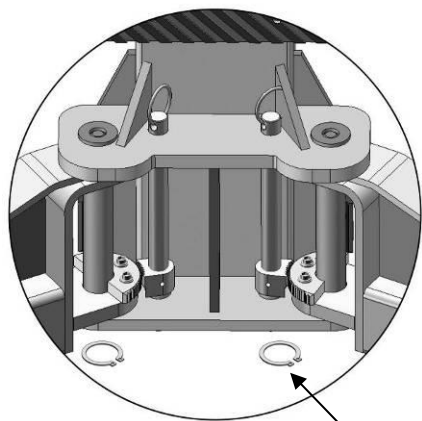

Рис. 25
1. Установите подъемные лапы (См. рис. 25). Опустите каретки до конца, с помощью ключа трещотки ослабьте гайку на фиксаторе лапы. (См рис. 26). Отрегулируйте положение блокиратора (см рис. 27). Убедитесь, что фиксатор плотно соприкасается с шестерней, затем затяните гайку (см рис 27).